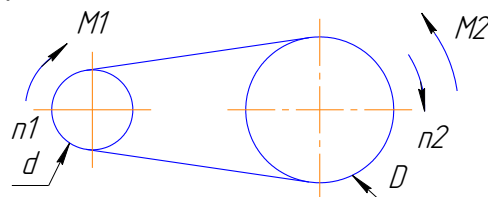

Рис. 4
4. В ременной передаче (рис. 4) с клиновым ремнем определить: D – расчетный диаметр большего шкива, M_1 – момент на валу меньшего ведущего шкива диаметром $d=100 \text{ мм}$. $U=3$ – передаточное число передачи, $n_1=900 \text{ об/мин}$, $M_2=10 \text{ Нм}$.